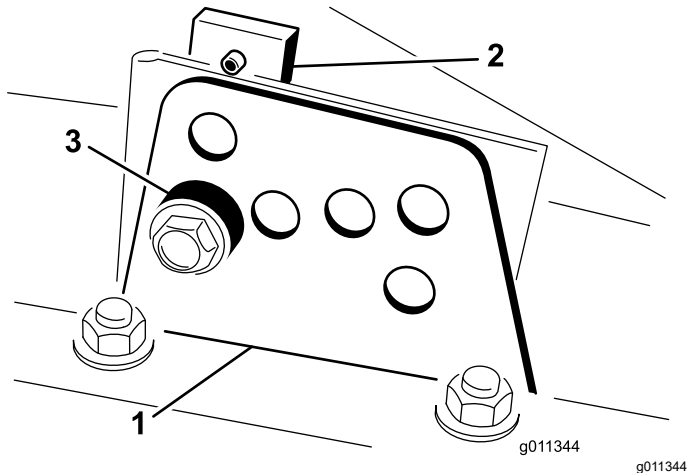

Bild 3
2. Lockern Sie die Schraube, mit denen die Schnitthöhenhalterungen an der Schnitthöheneinstellplatte (vorne und an beiden Seiten) befestigt sind (Bild 3).
4. Entfernen Sie das Distanzstück, während Sie gleichzeitig die Kammer abstützen (Bild 3).